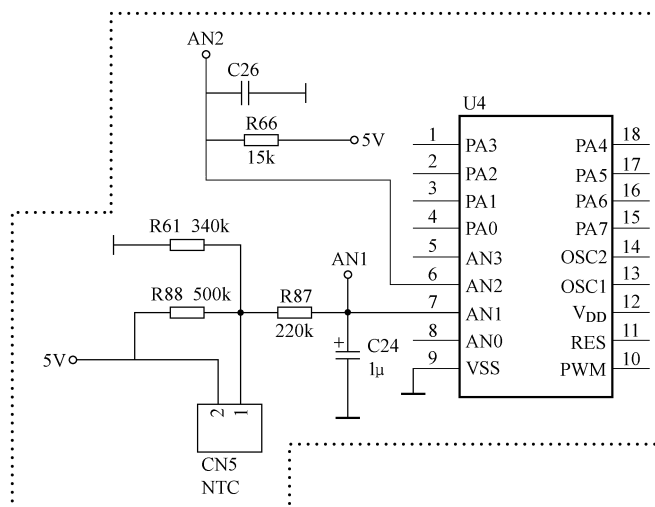

图 4-115 C26 相关电路截图
**维修笔记** C26 相关电路截图如图 4-115 所示。